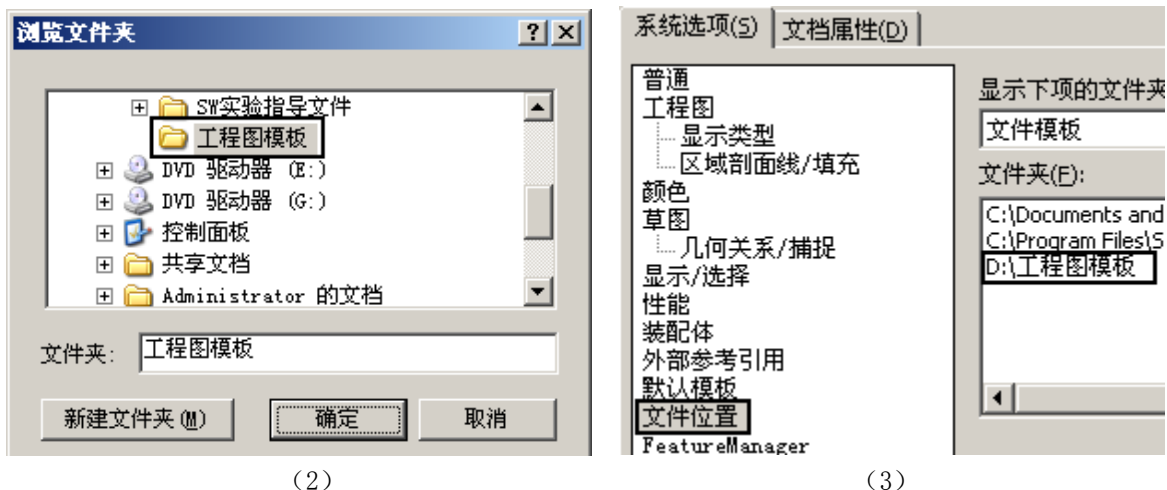

图 3-2 设置文件模板位置
单击界面最上方标准工具栏中“选项”命令图标，在弹出的“系统选项 (S)”对话框中，如图 3-2 (1) 所示，单击“系统选项”下的“文件位置”选项，在右侧窗口中“显示下项的文件夹 (S)”处设置为“文件模板”，单击“添加”，在出现的“浏览文件夹”对话框中，如图 3-2 (2) 所示，查找到存放工程图模板的文件夹“工程图模板”，单击“确定”，返回到“系统选项 (S)”对话框。在“文件夹”列表框中已添加“工程图模板”文件的保存路径，如图 3-2 (3) 所示。